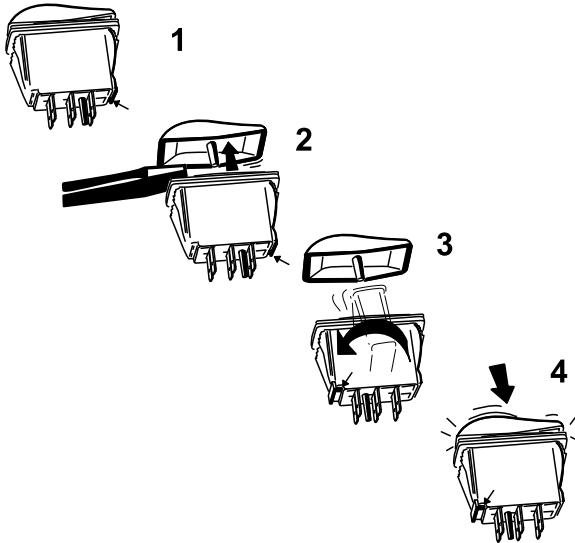

Figura 21
- B. Con un cacciavite a lama piatta o un attrezzo simile, sollevate delicatamente i coperchi degli interruttori staccandoli dai corpi degli interruttori medesimi (Figura 21).
- C. Tenendo fermo il coperchio dell'interruttore, ruotate orizzontalmente il corpo dell'interruttore di 180 gradi in modo che la tacca del connettore si trovi nell'angolo anteriore sinistro (Figura 21).
- D. Premete i coperchi degli interruttori a bilanciere sui corpi degli interruttori, con questo nuovo orientamento, fino a quando i coperchi non si inseriscono con uno scatto (Figura 21).